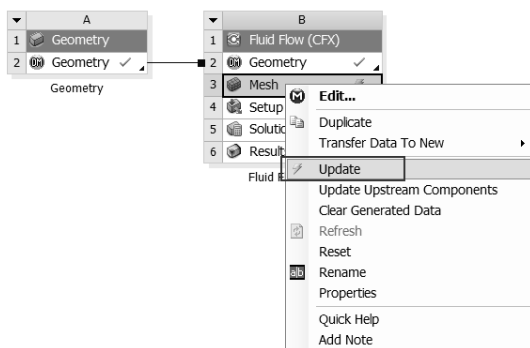

图 17-17 数据更新
Step1：返回 Workbench 主界面，右击如图 17-17 所示的 B3（Mesh）栏，在弹出的快捷菜单中选择 Update 命令。